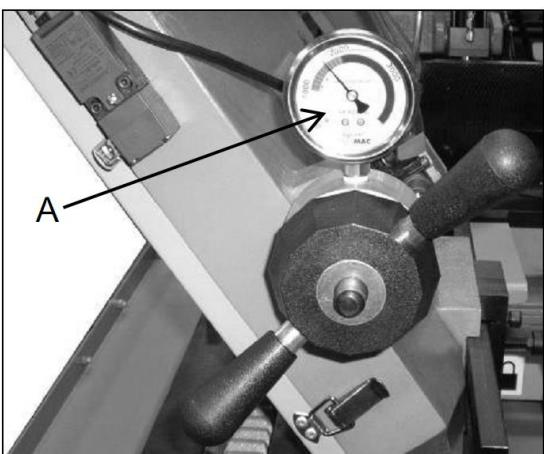

Рис.6
Поворачивайте ручку натяжения до тех пор, пока не будет достигнуто нужное натяжение пилы на шкале натяжения (A) зеленого цвета. (рис.6)